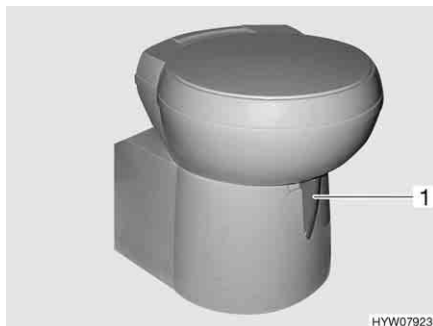

Fig. 86 Tazza del WC Thetford, orientabile
- Prima di tirare l'acqua, aprire il cursore della toilette Thetford. A tal fine girare la leva del cursore (Fig. 86,1) in senso antiorario.